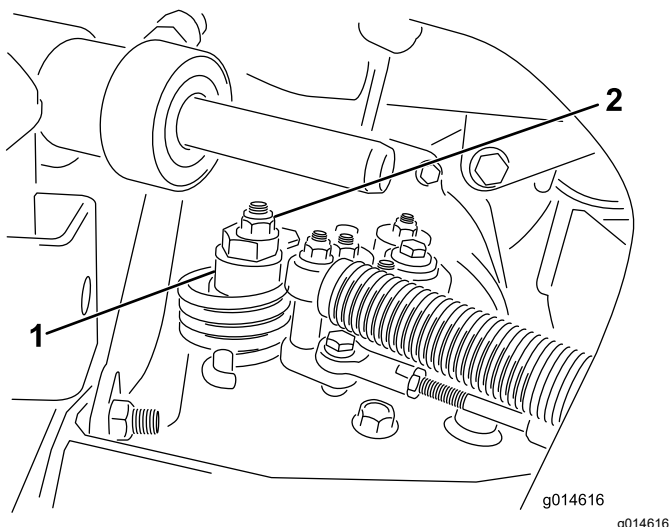

Figura 38
- A. Slăbii piulia care fixează excentricul la partea superioară a hidrostatului (Figura 38).
- C. Rotii excentricul până când mâna nu se micșorează în nicio direcție. Când roata se oprește, strângeți contrapiulița excentricului și reglajul (Figura 38). Verificați reglarea cu maneta de accelerație în poziția de deplasare LENTĂ și RAPIDĂ.